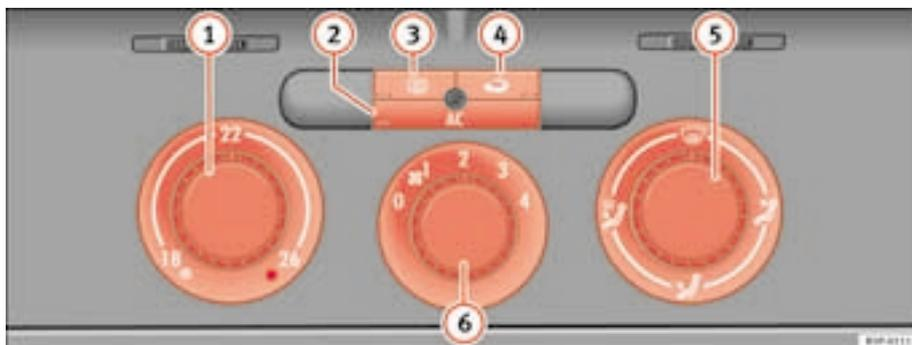

Fig. 123 Comandos do Climatic no painel de instrumentos
- Rodar o regulador da temperatura ⇒ fig. 123 ① para a direita, até ser atingida a potência calorífica pretendida.